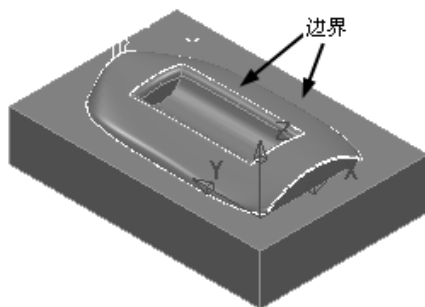

图 3-79 创建的边界 2
3) 在“查看”工具栏上单击“普通阴影”按钮和“毛坯”按钮，隐藏毛坯后边界结果如图 3-79 所示。